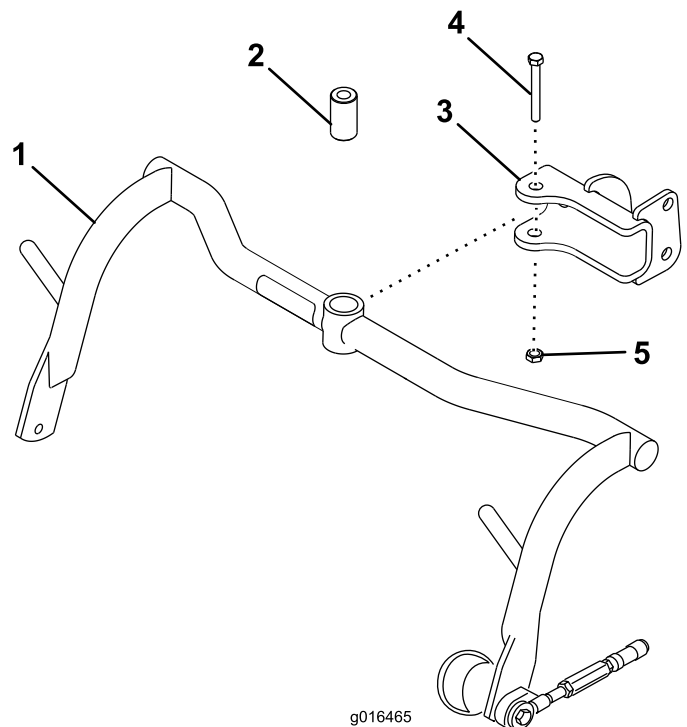

Bild 8
1. Befestigen Sie einen Trägerrahmen mit einem Distanzstück, einer Schraube (1/2" x 3-1/4") und einer Sicherungsmutter (1/2") an jeder Lastöse (Bild 8). Ziehen Sie sie auf 91-113 Nm an.